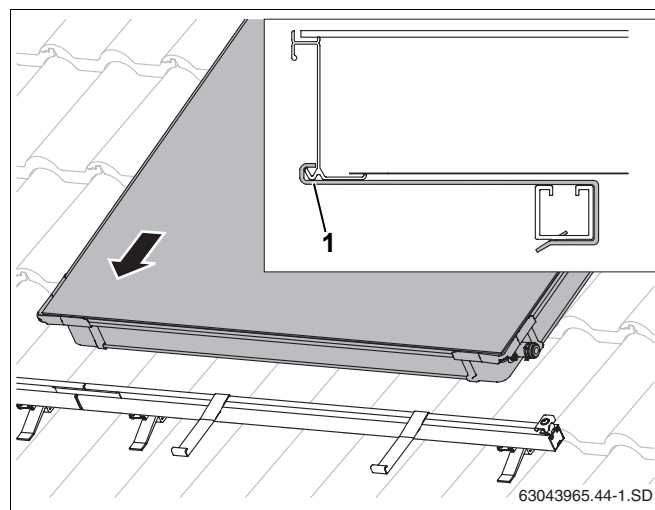

Fig. 43 Așezarea primului colector pe șinele profilate
- Așezați primul colector pe șinele profilate și prindeți-l prin glisare în siguranțele împotriva alunecării (Fig. 43).
Cantul inferior al colectoarelor trebuie să se găsească în deschizătura siguranței împotriva alunecării (Fig. 43, **Poz. 1**).